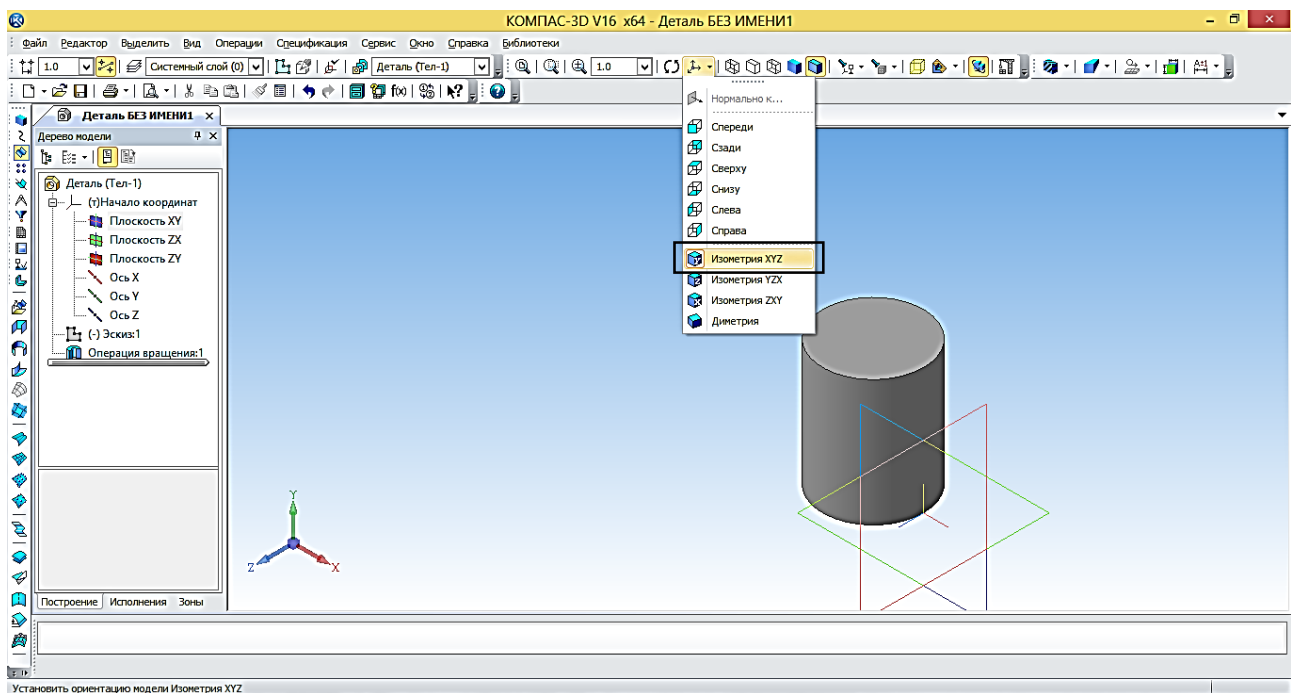

Рисунок 26 – Цилиндр относительно XYZ
17. на Инструментальной панели **Вид** выберите команду  **Ориентация** и укажите **Ориентация вида** Изометрия XYZ (рисунок 26);